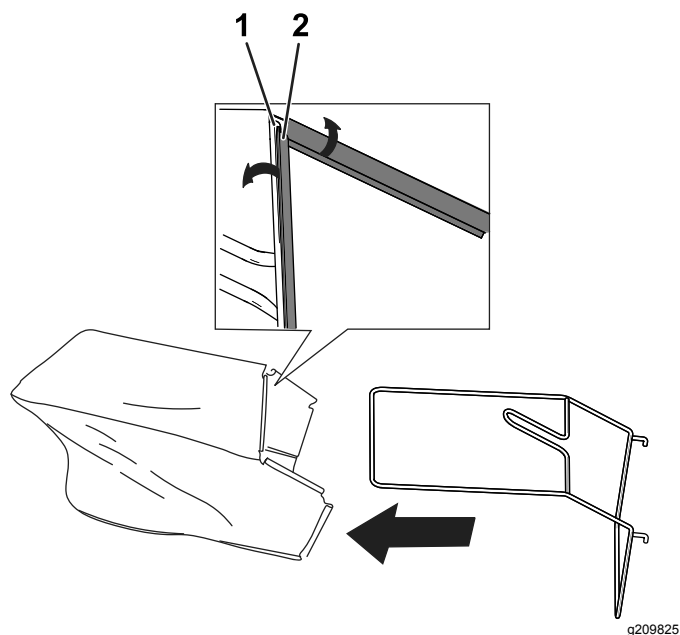

Figura 8
1. Introduzca el armazón en el recogedor (Figura 8).
2. Coloque los 6 clips sobre el armazón del recogedor (Figura 8).